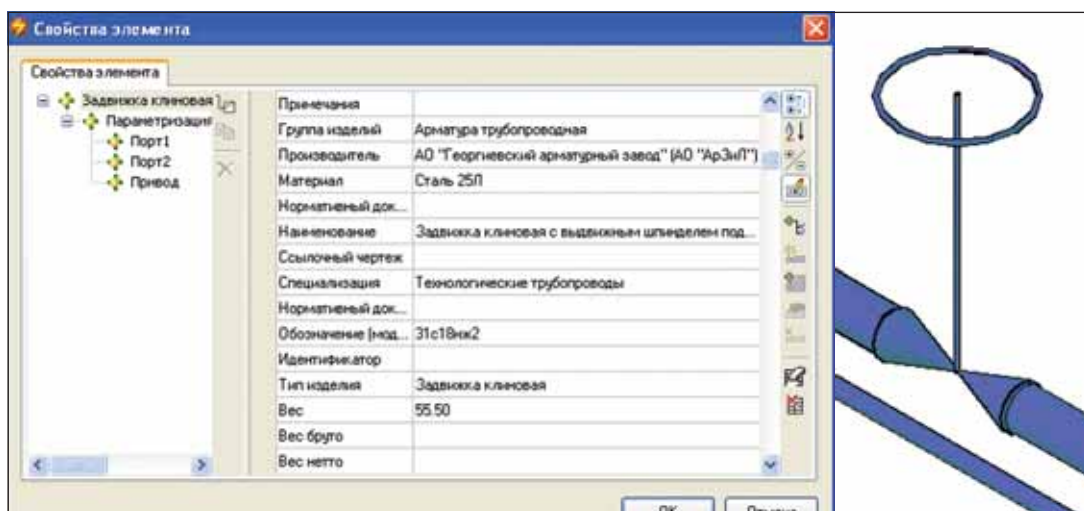

Рис. 11. Вставка арматуры из базы данных
■ *вставка арматуры непосредственно из базы данных* (рис. 11). В этом случае арматура содержит весь набор сведений, необходимых для формирования проектной документации.